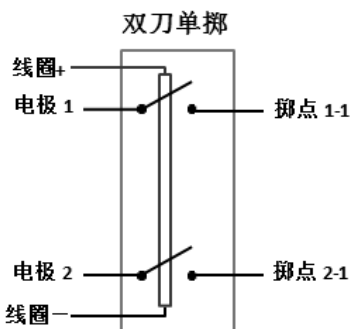

图 2-4 该双刀单掷继电器有两个电极，并且
- 双刀单掷（DPST）：这种类型的继电器同一时刻使用一个线圈来操作两个独立的单刀单掷开关（如图 2-4 所示）。该继电器总共有六个触点，用于在同一时刻进行两个负载的切换——被切换的两个负载可以是有联系的（比如一组电机连接线），也可以是单独的（比如双电压电源开关）。